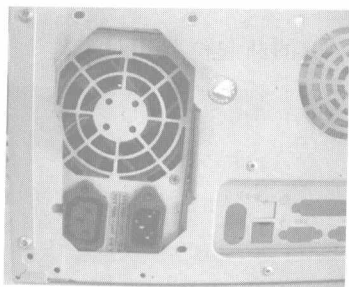

图 1.19 定位电源
(1) 准备好一个拆开挡板的计算机机箱,一个标准的计算机电源。
(2) 确定好电源放入机箱的位置及方向,将电源放入机箱,通常位于机箱尾部的上端。如图 1.19 所示。